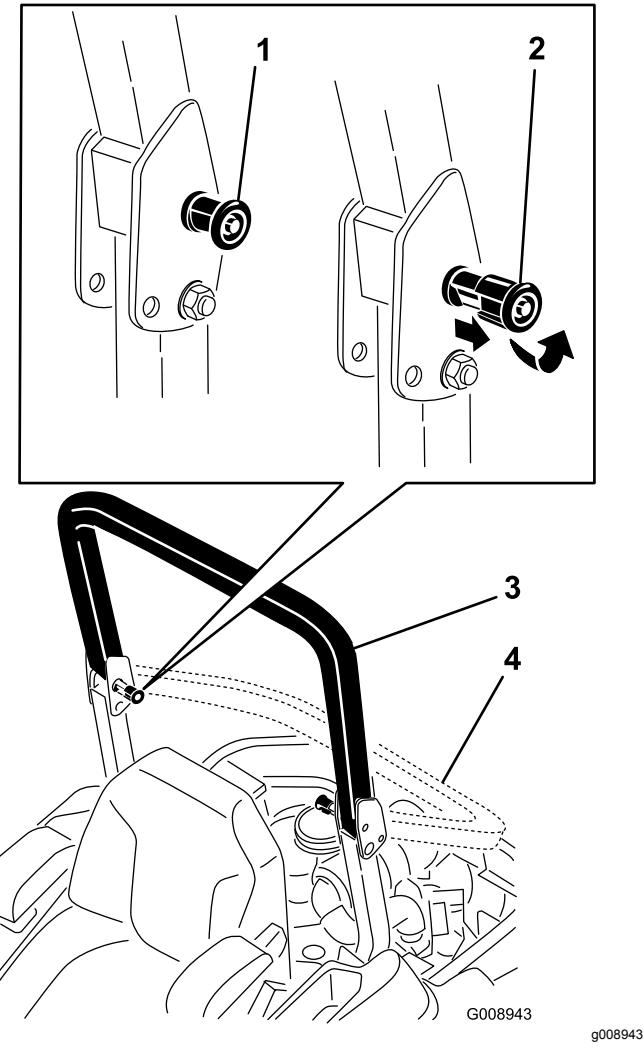

Bild 8
2. Ziehen Sie beide Handräder heraus und drehen sie um 90°, damit sie nicht eingerastet sind (Bild 8).
3. Senken Sie den Überrollbügel ab (Bild 8).
4. Zum Hochklappen des Überrollbügels heben Sie ihn an und drehen die Handräder so, dass sie teilweise in den Schlitten sitzen (Bild 8).
5. Klappen Sie den Überrollbügel ganz hoch und drücken Sie gleichzeitig auf den oberen Überrollbügel, damit die Stifte einrasten, wenn die Löcher mit den Stiften ausgefluchtet sind (Bild 8).